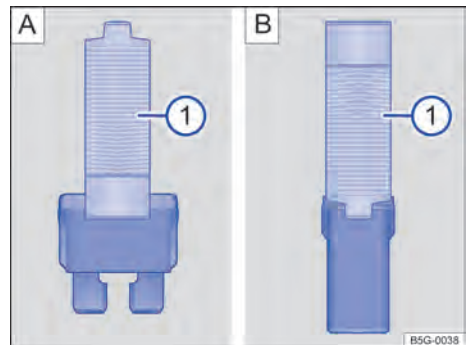

Fig. 224 Extraer o colocar el fusible con las pinzas de plástico: **A)** Fusible enchufable plano. **B)** Fusible tipo bloque.
- En función del tipo de fusible, desplace las pinzas correspondientes → fig. 224 **A** **1**
o → fig. 224 **B** **1** lateralmente sobre el fusible.